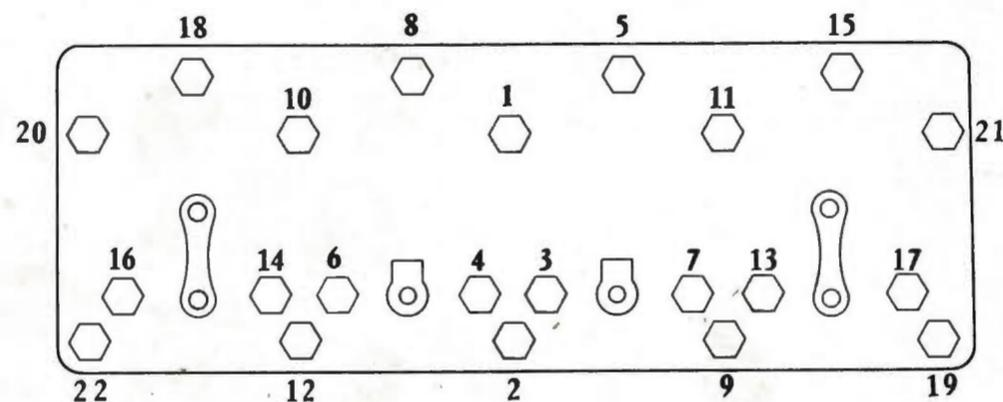

FIG. 8
21. Dévisser les écrous de culasse dans l'ordre inverse de l'ordre recommandé pour le serrage (fig. 8). Enlever la culasse avec le corps du thermostat et le levier avant du décompresseur. Sortir le joint de culasse.
4. Remonter la culasse et serrer les écrous et rondelles dans l'ordre recommandé à la figure 8 au couple de 11 m/kg (3 stades de serrage : 7-9 et 11 m/kg).
Nota. — Il est essentiel de resserrer les écrous de culasse dans l'ordre indiqué à la figure 8.